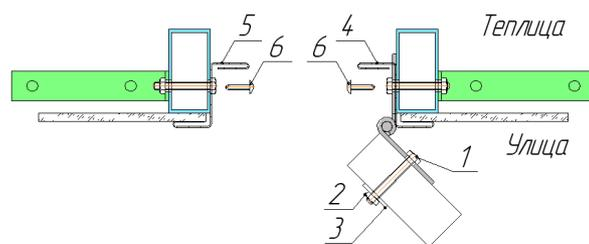

Рис. 16
4.17 Далее приступаем к монтажу дверной створки (рис.16). Она крепится болтами №1 М5x30 (4шт). Между гайкой №2 и створкой установить шайбу №3.